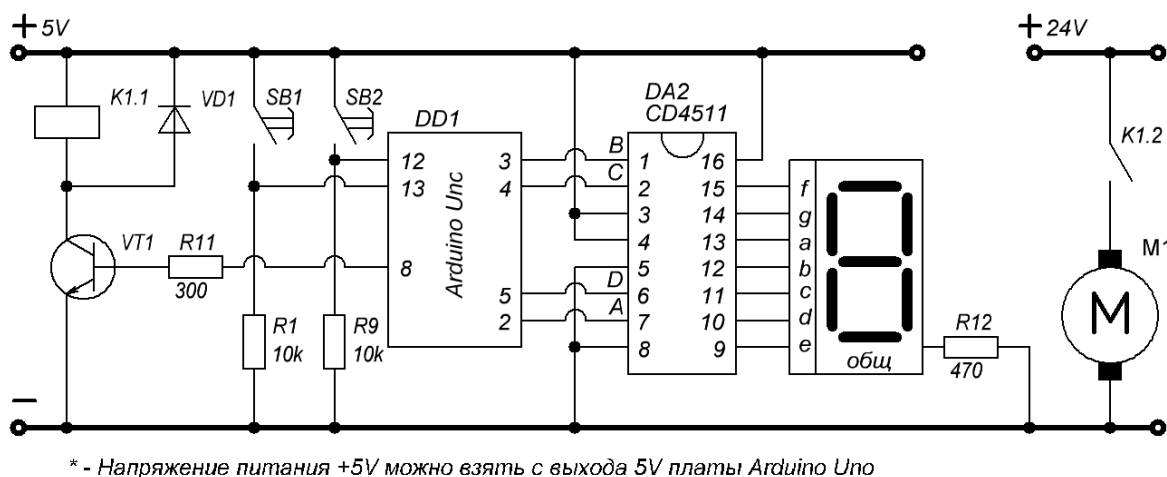

Рис. 23. Схема для сборки
1. В облачной среде *Tinkercad* собрать и запрограммировать микроконтроллерное устройство для управления шлагбаумом для стоянки, рассчитанной на 5 автомобилей (рис. 23).